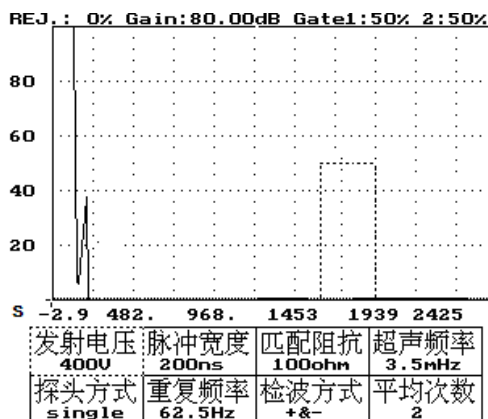

图 16-2
3、按进入键——显示超声控制菜单，如图 16-2 所示。
- 3、按进入键——显示超声控制菜单，如图 16-2 所示。